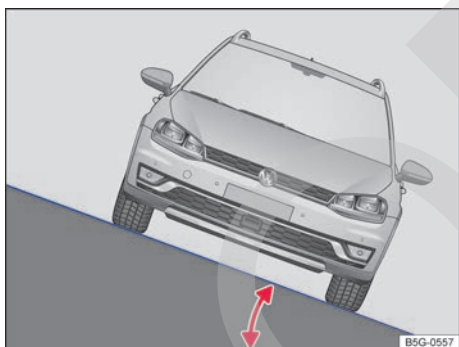

Fig. 121 Representación esquemática: ángulo de inclinación.
**Ángulo de inclinación** Valor del ángulo formado por el vehículo al subir una pendiente inclinado o en perpendicular respecto a la línea de caída sin que vuelque lateralmente (en función del centro de gravedad) → fig. 121.